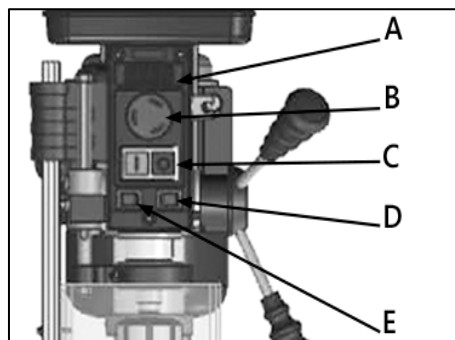
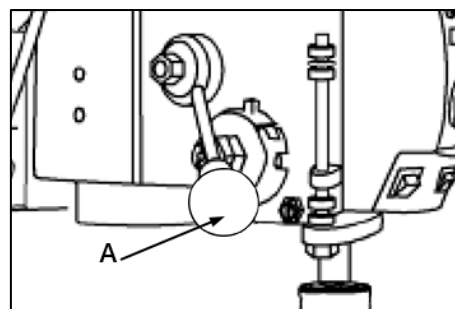

Рисунок 14.
Рисунок 15.
Для включения станка кожух ременной передачи должен быть в закрытом положении (поз. 9, рис. 1). **(Внимание! Станок оснащен концевым выключателем кожуха ременной передачи).** Освободите аварийный выключатель (B) (рис. 14), повернув его по часовой стрелке. Иначе станок не запустится. Нажмите на кнопку пуска I (C).
Изменение скорости сверления возможно только при запущенном электродвигателе станка. Скорость сверления регулируется при помощи рукоятки (A) (рис. 15). Значение частоты вращения отображается на дисплее (A) (рис. 14).
Для включения и выключения лазерного указателя используйте клавишу (D) (рис. 14).